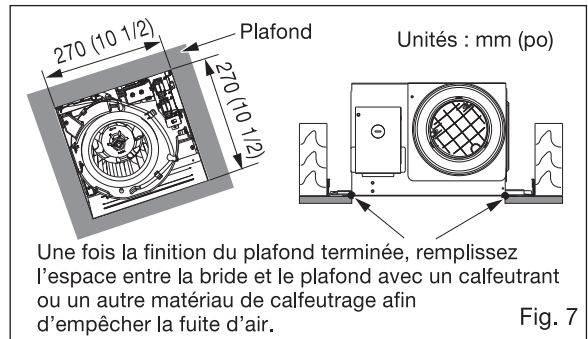

Fig. 7
9. Terminez la finition au plafond. L'orifice au plafond devrait être aligné sur le pourtour intérieur de la bride. (Fig. 7)